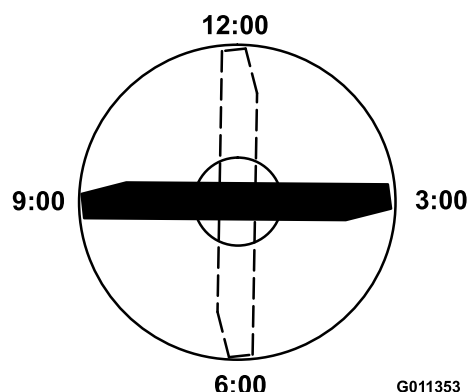

Рисунок 12
4. Установите режущую кромку отмеченного конца ножа в положение «12 часов» (строго прямо по направлению скашивания) (Рисунок 12) и измерьте высоту от стола до режущей кромки ножа.
5. Поверните отмеченный конец ножа в положения «3 часа» и «9 часов» (Рисунок 12) и измерьте значения высоты.